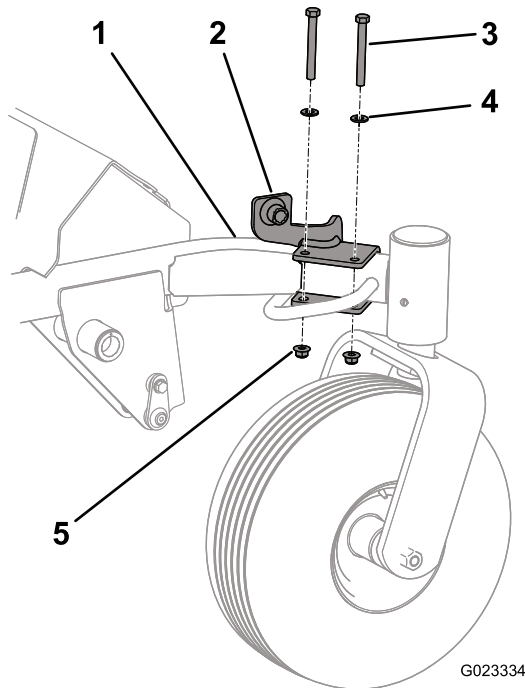

Bild 1
1. Befestigen Sie die Achsständerhalterung mit zwei Schrauben (3/8" x 3-1/4"), Flachscheiben (0,406" x 0,813") und Bundmuttern (3/8") am Laufradarm. Positionieren Sie die Teile, wie in Bild 1 abgebildet. Stellen Sie sicher, dass die Achsständerhalterung am geraden Abschnitt des Laufradarms angeschraubt ist.